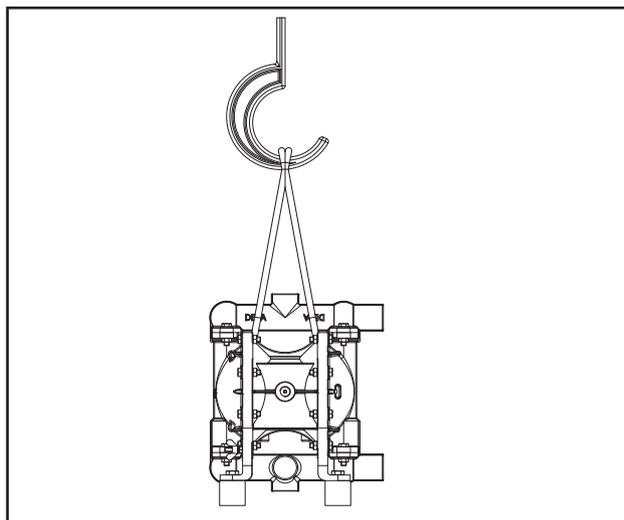

Fig. 1: Transport de la pompe
**Danger! Pour éviter le glissement de la boucle, disposer le câble en croix au crochet (fig. 1).**